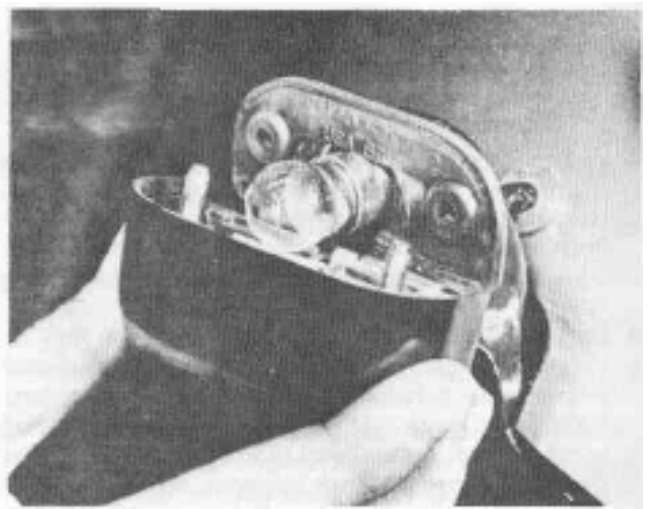

Bild 339
- Neuere Modelle haben hinter der Sitzbank eine eigene Bremsleuchteinheit mit zwei 27-Watt-Glühlampen (Bild 339), die aufleuchten, wenn der Bremslichtschalter, also die Bremse betätigt wird. Die Bremsleuchte kann — ja nach Ländervorschrift — auch mit einem Bremslichtschalter im Vorderradbremssystem gekoppelt sein, falls erforderlich.